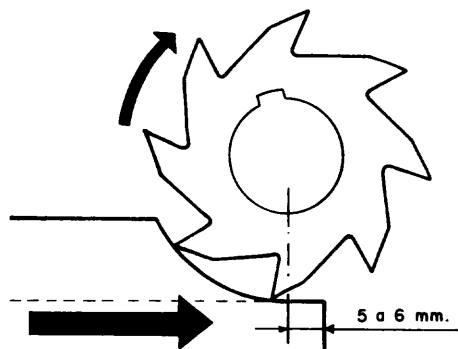
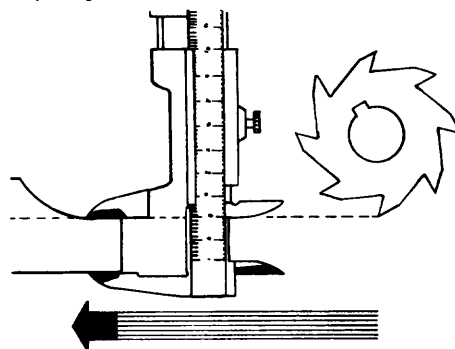

Fig. 8
Fig. 9
- 1) En caso de tener que dar una medida, inicie el corte manualmente (fig. 8) y luego retire la mesa para poder medir directamente la pieza (fig. 9) después ponga el avance automático.